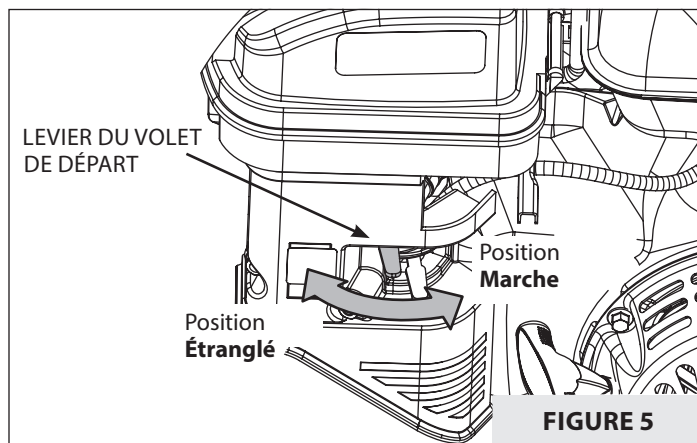

FIGURE 5
- Si le moteur est froid ou que la température ambiante est basse, mettre le levier du volet de départ en position **ÉTRANGLÉ**. **VOIR FIGURE 5.**
- Si le moteur est chaud ou que la température ambiante est élevée, mettre le levier du volet de départ en position **MARCHE** ou à mi-distance entre les positions **ÉTRANGLÉ** et **MARCHE**. **VOIR FIGURE 5.**
9. Une fois que le moteur se met en marche, mettre le levier du volet de départ à mi-distance entre les positions **MARCHE** et **ÉTRANGLÉ**. Cette position est considérée comme la position **SEMI-ÉTRANGLÉ** du volet. **VOIR FIGURE 5.**
11. Une fois le moteur chaud, déplacer lentement le levier du volet de départ jusqu'en position de **MARCHE** normale. **VOIR FIGURE 5.**